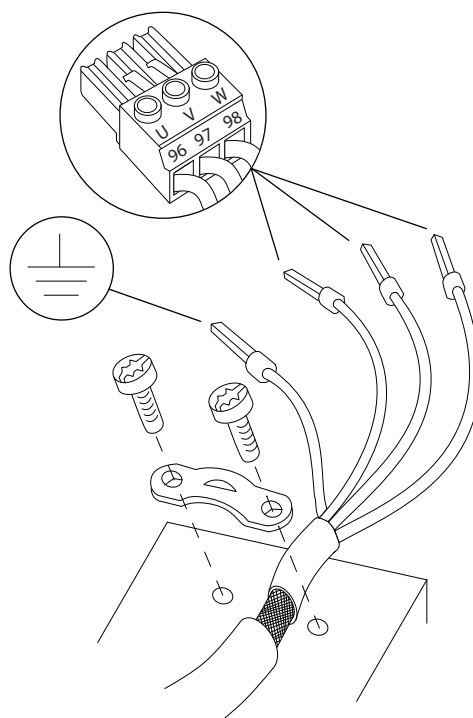

图 4.5 电机连接
3. 按照 章 4.3 接地中提供的接地说明将接地线连接到最近的接地端。请参阅 图 4.5。
4. 将三相电机线路连接到端子 96 (U)、97 (V) 和 98 (W) 上，如 图 4.5 所示。